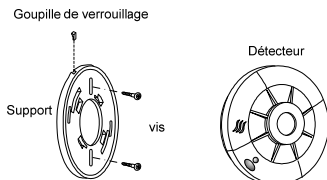

Figure 7: Installation du détecteur de fumée
Avant d'installer, lisez les sections "Où installer vos détecteurs de fumée" et "Où ne pas installer vos détecteurs de fumée" dans ce manuel. Pour installer le détecteur, exécutez les opérations suivantes (voir la figure 7).
- ◆ Retirez la goupille de verrouillage fixant le support de montage à l'unité (voir la figure 7).
- ◆ En vous servant des vis fournies, fixez le support au mur selon la figure 7.
- ◆ Alignez la rainure latérale du support et le détecteur. Poussez le détecteur dans le support de montage, puis tournez-le dans le sens horaire pour le fixer en place. Insérez la goupille de verrouillage afin de fixer le support de montage au détecteur (voir la figure 7).